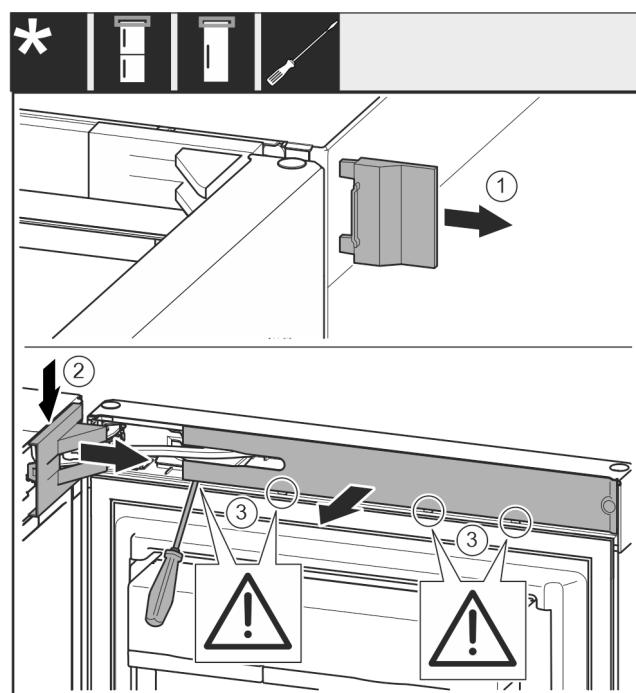

Fig. 8
- Vegye le a fedelet Fig. 8 (1).
- Pattintsa ki és oldja ki a csapágybak fedelét Fig. 8 (2).
- Vegye le a csapágybak fedelét Fig. 8 (2).
- Pattintsa ki a takarólemezt Fig. 8 (3) lapos csavarhúzóval, és fordítsa oldalra.